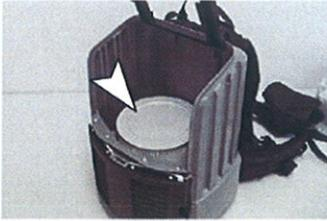

FIG. 4
1. Pour accéder au filtre HEPA, déverrouillez le couvercle du sac aspirateur et retirez le sac aspirateur. Le filtre HEPA se trouve au-dessus de l'orifice d'aspiration du moteur de l'aspirateur. (Figure 4).